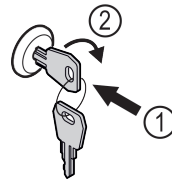

Fig. 208
- ▶ 按入钥匙。 Fig. 208 (1)
- ▶ 将钥匙顺时针转动 90°。 Fig. 208 (2)